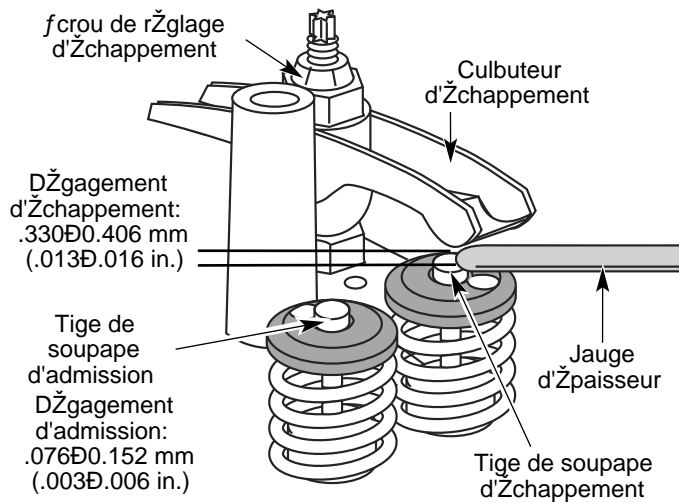

Fig. 67
Servez-vous d'une jauge d'épaisseur d'automobile standard de 0,127 et 0,381 mm (0,005 et 0,015 po). La jauge d'épaisseur devrait pouvoir glisser entre le culbuteur et la tige de soupape en rencontrant une faible résistance mais sans coller (Fig. 67).
- a. Tournez l'Žcrou de rŽglage ^ l'aide d'une clŽ de 8 mm (5/16 po) ou d'un tournevis ^ embout hexagonal (Fig. 67).